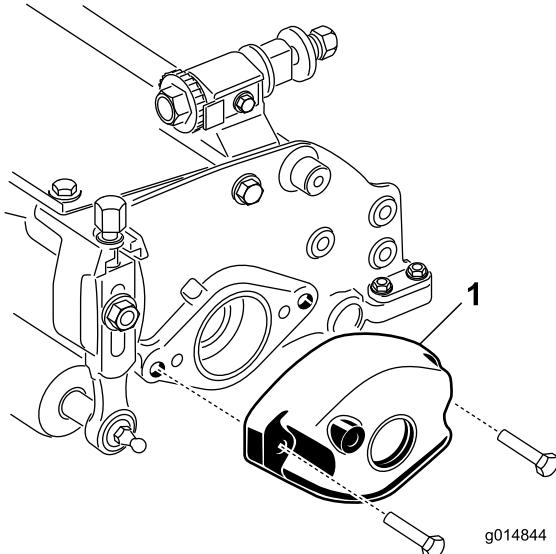

Figura 13
- A. Remova os 2 parafusos que fixam o contrapeso à extremidade esquerda da unidade de corte. Remova o contrapeso (Figura 13).